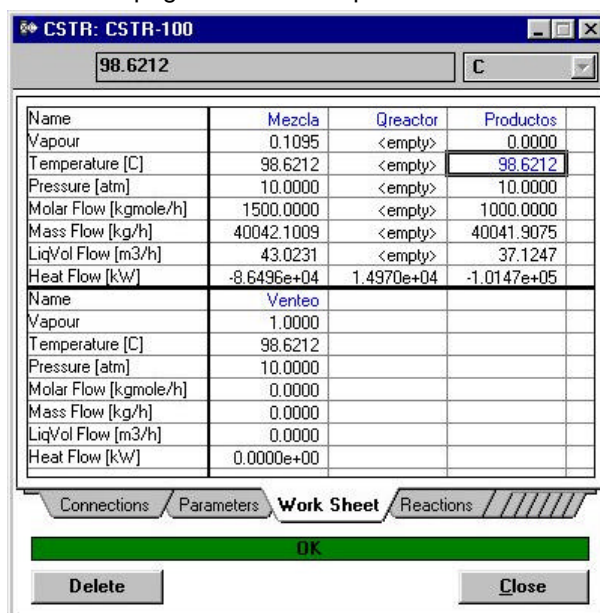

Fig. 24
I) Isotérmico: Para ejemplificar ingresar el valor 98.6212 °C (valor correspondiente a la mezcla de reactivos) en la celda de temperatura de la corriente **Productos**. La leyenda **Not Solved** debe cambiar a **OK**, en color verde. Ver Fig. 24. Nótese que se han completado todos los valores de las corrientes **Productos** y **Venteo**. Podemos ir a la página **Reactions** para ver el % de conversión alcanzado.